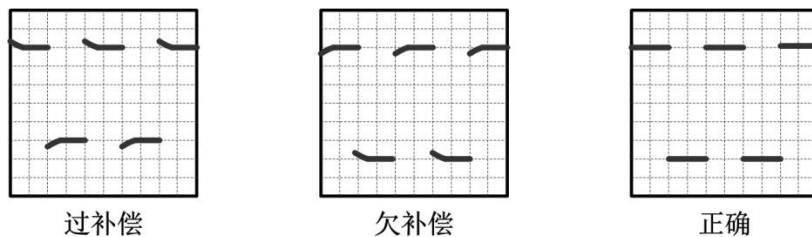

图 3.3 探头补偿信号
【Auto Setup】一键捕获波形，此时屏幕上可能会出现图 3.3 所示三种波形其中一种，探头补偿端约 3 V_{pp} 方波，频率为 1kHz。当观察波形时，如果出现上图所示的过补偿或欠补偿现象的波形，请进行探头的低频补偿调节。
为何会出现如图 3.3 示的过补偿和欠补偿现象。原因是没有对探头进行低频补偿调节，使用任一无源探头与示波记录仪首次相连均须进行低频补偿，以便与示波记录仪通道的输入特性匹配，否则可能导致显著的测量误差。以标配的无源安全探头为例说明低频补偿步骤。
- 2) 波形在屏幕上显示 2~3 个信号周期且信号所占垂直刻度为 2 至 6 格。可以在示波记录仪的屏幕上看到如图 3.3 所示三种波形其中的一种，若出现过补偿和欠补偿现象则需要对探头的低频补偿调节。